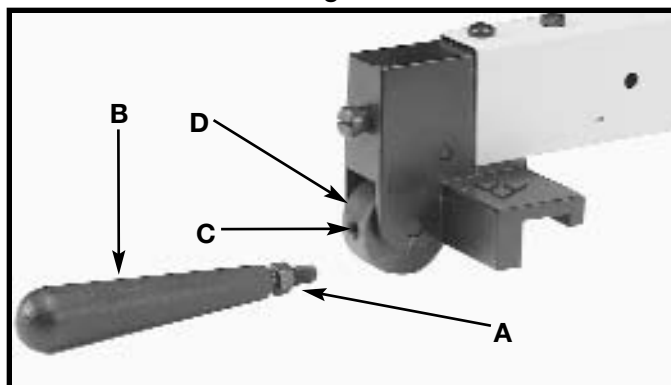

Fig. 24
1. Visser l'écrou hexagonal M8x de 1,25 (A) fig. 24 à mi-chemin sur le goujon de la poignée (B).
2. Fixer la poignée (B) fig. 24 dans le trou fileté (C) de la came du guide. Serrer l'écrou hexagonal (A) fig. 24 contre la came (D).